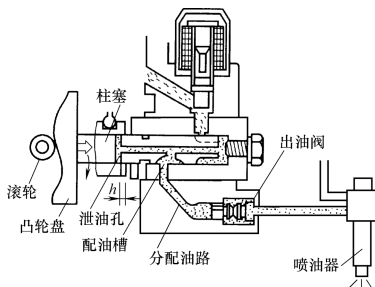

图 1-240 压油与配油过程
(2) **压油与配油过程** 如图 1-240 所示，滚轮由凸轮盘的最低处向凸峰部分移动，柱塞在旋转的同时，也自左向右运动。此时，进油槽与泵体进油道隔绝，柱塞泄油孔仍被封死，柱塞配油槽与分配油路相通。随着柱塞的右移，柱塞压油腔内的柴油压力不断升高，当油压升高到足以